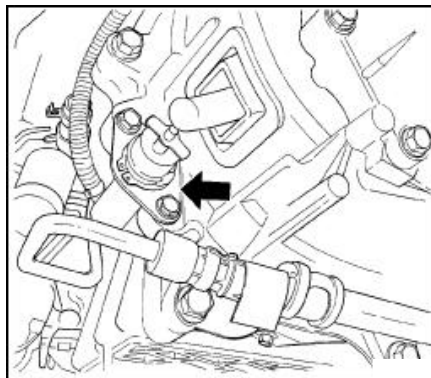

图. 99离合器分泵
(7) 拆卸离合器分泵固定螺栓(图. 99)。
(8) 拆卸油底壳紧固件。
(9) 拆卸油底壳。
(5) 安装离合分泵螺栓(图. 99)。
(6) 安装空气压缩机下支架。
(7) 安装新驱动皮带护板。
(8) 安装右前车轮。
(9) 降下车辆。
(10) 加注4L的容量的机油。
(11) 安装蓄电池负极。